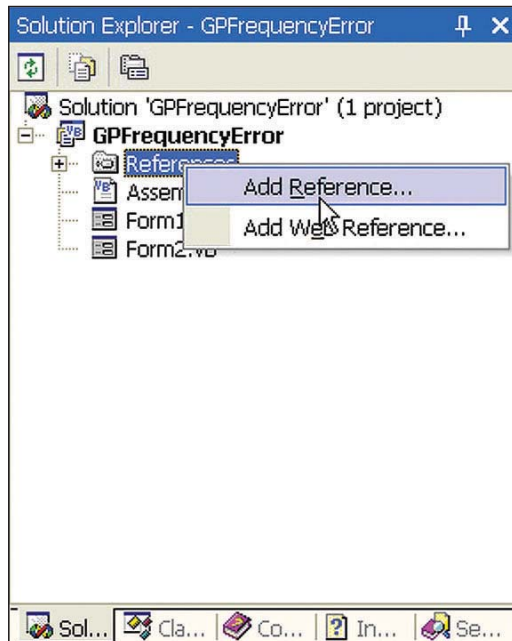

図4. Visual Studio .NETのSolution Explorerウィンドウ。
**ステップ 1. IOライブラリの参照**：Visual Studio .NETを起動して、新しいVisual Basic .NETアプリケーションを作成します。**Solution Explorer**ウィンドウで、**References**を右クリックし、**Add Reference**をクリックします。図4を参照してください。